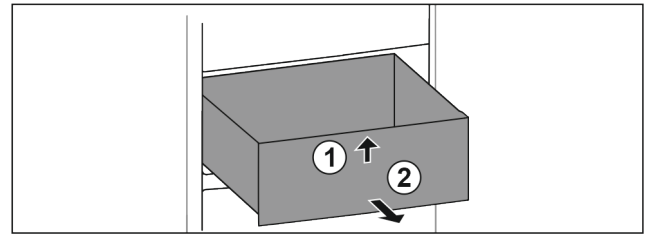

Fig. 68
- Sollevare il cassetto dal davanti. Fig. 68 (1)
- Rimuovere il cassetto tirandolo in avanti. Fig. 68 (2)